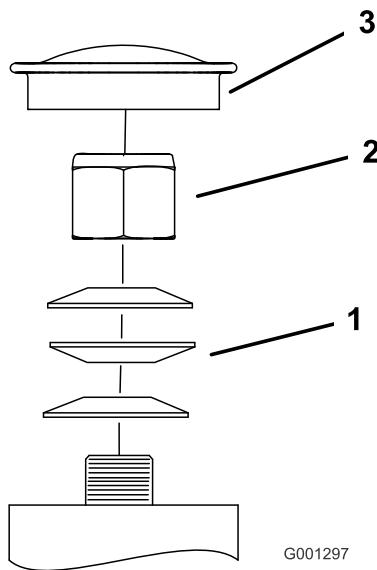

Figura 64
3. Retire el tapón anti-polvo de la rueda giratoria y apriete la contratuerca (Figura 64).
4. Apriete la contratuerca hasta que las arandelas de muelle estén planas, luego afloje 1/4 de vuelta para establecer la pre-carga correcta de los cojinetes (Figura 64).
Importante: Asegúrese de que las arandelas de muelle están correctamente instaladas, según se muestra en Figura 64.
- Coloque el tapón anti-polvo (Figura 64).